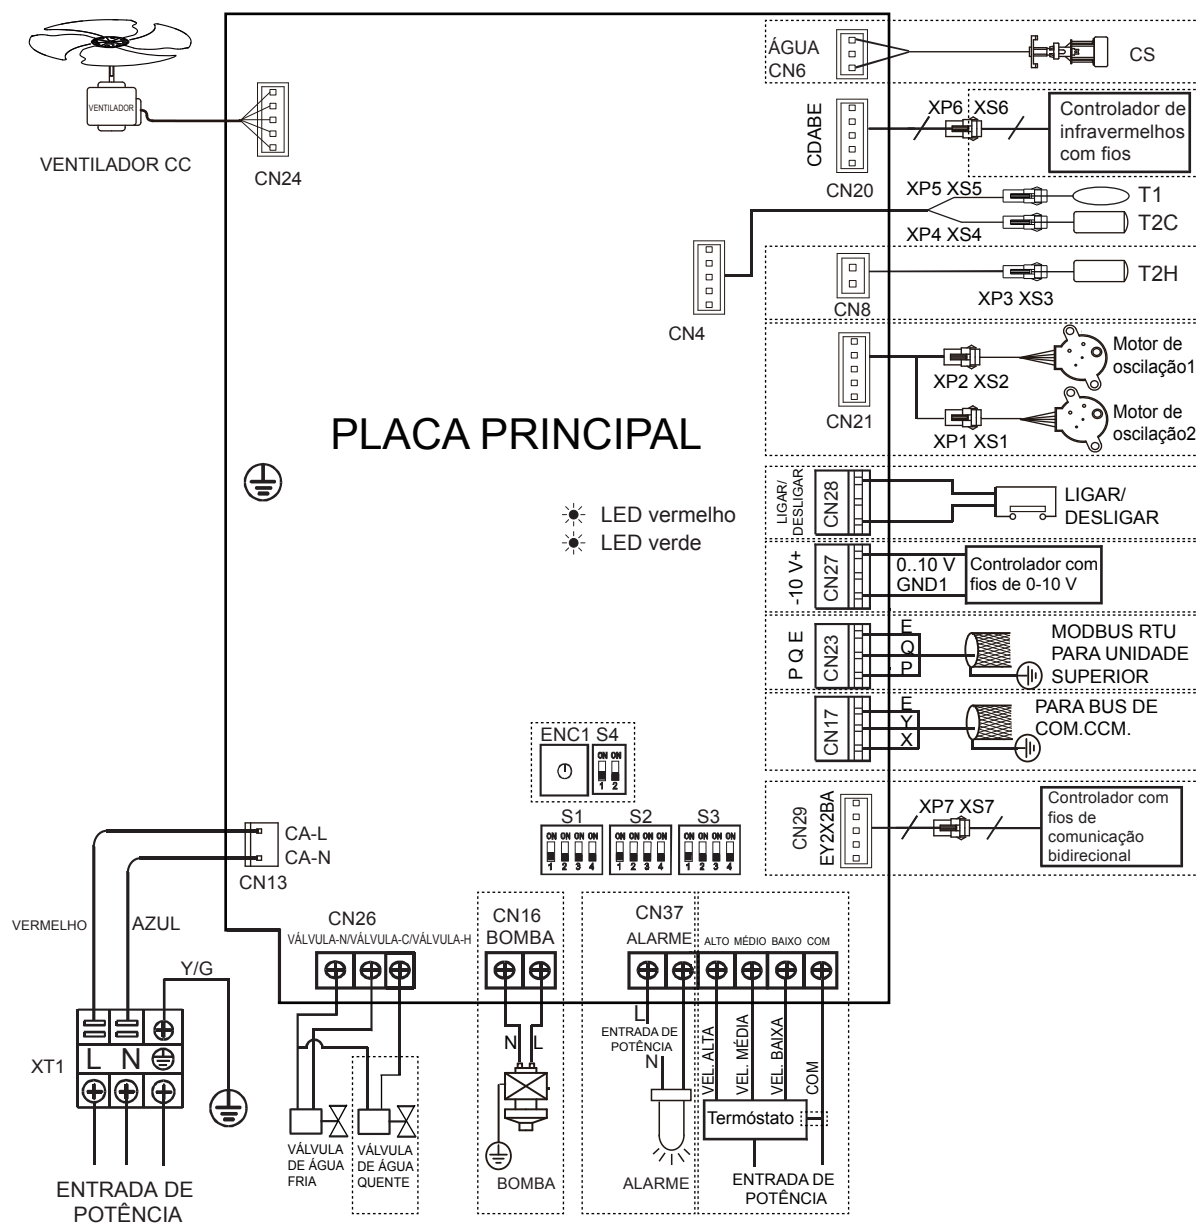
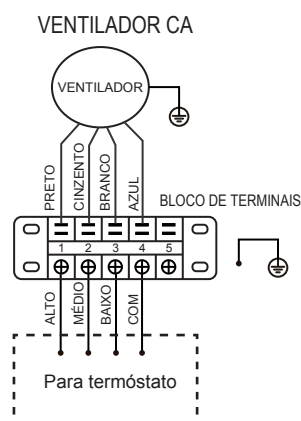

Figura 5-20 Diagrama de ligações elétricas (I-VM; I-VN version)
Figura 5-22 Diagrama de ligações elétricas (version 3V-VM; 3V-VN)
- Efetue as ligações eléctricas de acordo com a placa de indicação para cablagens (Figura 5-20 ou Figura 5-22) da unidade.